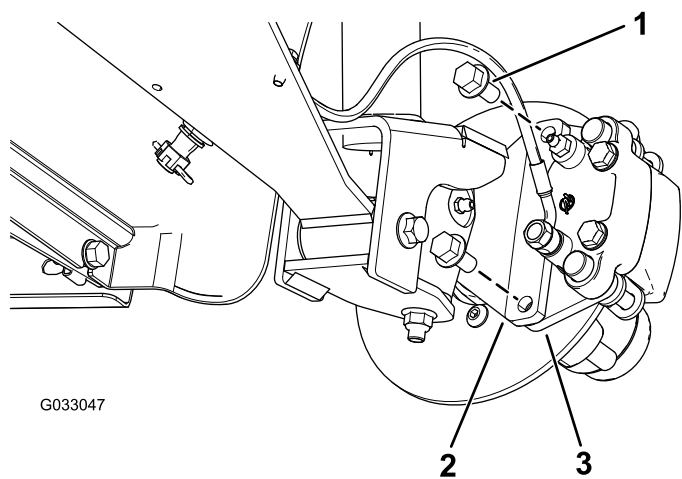
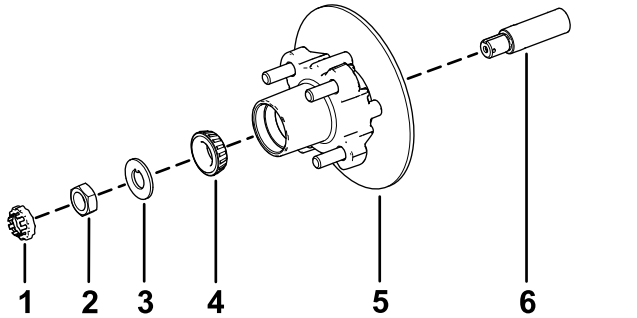

図 30
図 34
3. ブレーキアセンブリ用のブラケットをスピンドルに固定しているフランジヘッドボルト $\frac{3}{8}$ " x $\frac{3}{4}$ "を外してスピンドルからブレーキを取り外す 図 30。
1. スピンドルに所定のグリスを薄く塗る 図 34。
2. ハブとロータをスピンドルに取り付ける。ロータを内側にする 図 34。
3. スピンドルに外側ベアリングを取り付けてレースにはめる 図 34。
4. スピンドルにタブワッシャを取り付ける 図 34。
5. スピンドルにスピンドルナットを取り付け、ハブを回してベアリングを着座させながらナットを 15 N·m 1.52 kg.m = 11 ft-lb に締めつける 図 34。
2. ブレーキパッドをロータのそれぞれの側に合わせ 図 30、キャリパブラケットの穴と、スピンドルフレームのブレーキ取り付け部の穴を整列させる 図 34。
3. キャリパブラケットをスピンドルフレームに固定する 図 30 フランジヘッドボルト $\frac{3}{8}$ " x $\frac{3}{4}$ " 2本を使用する。